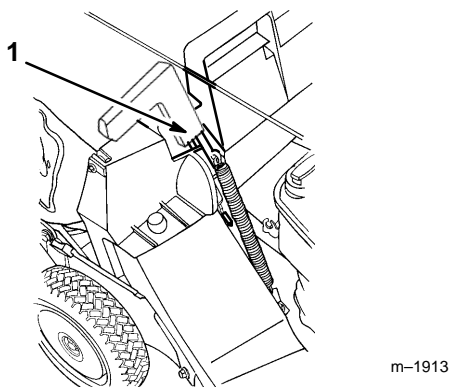

Abbildung 13
4. Den Griff der Auswurfkanaltür nach vorne ziehen, bis der Stift aus der Sperre kommt. Dann den Griff nach hinten bewegen, bis der Stift in der Kerbe am Korb einrastet (Abb. 13). Die Auswurfkanaltür im Rasenmähergehäuse ist jetzt offen.